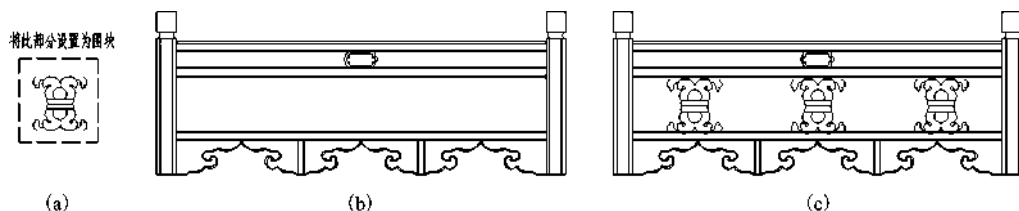

图 1-71 用块定数等分对象
【实例 1-29】 (1)将图 1-71(a)虚线框内的对象定义为图块, 图块名为 tu。(2)将图块 tu 插入图 1-71(b)相应位置, 完成后的图形如图 1-71(c)所示。
③删除直线 AB 及两个多余的块, 结果如图 1-71(c)所示。